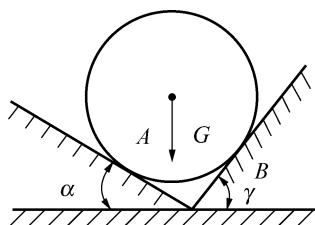

图10
34. 球重 G , 如图10所示, $\alpha = 30^\circ$, $\gamma = 60^\circ$, 接触面光滑。